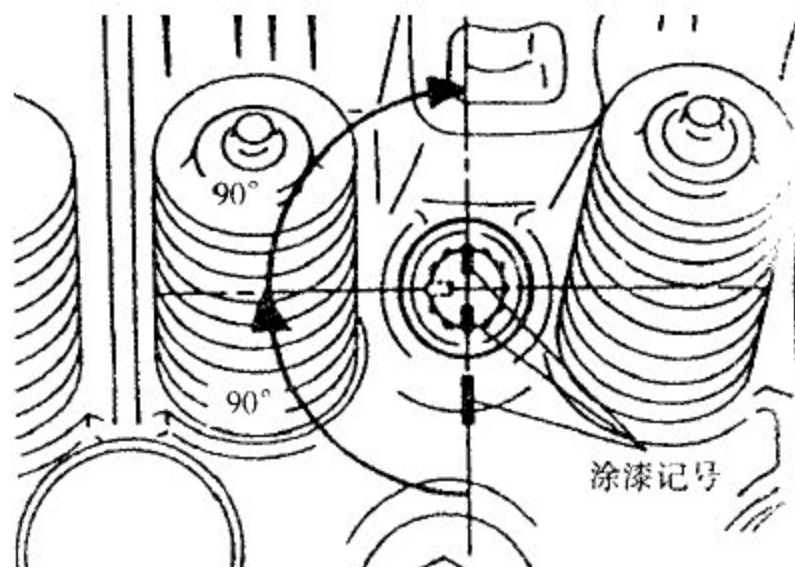

图 3-33
g). 在气缸盖螺栓头和气缸盖上涂油漆记号 (见图 3-33 所示)